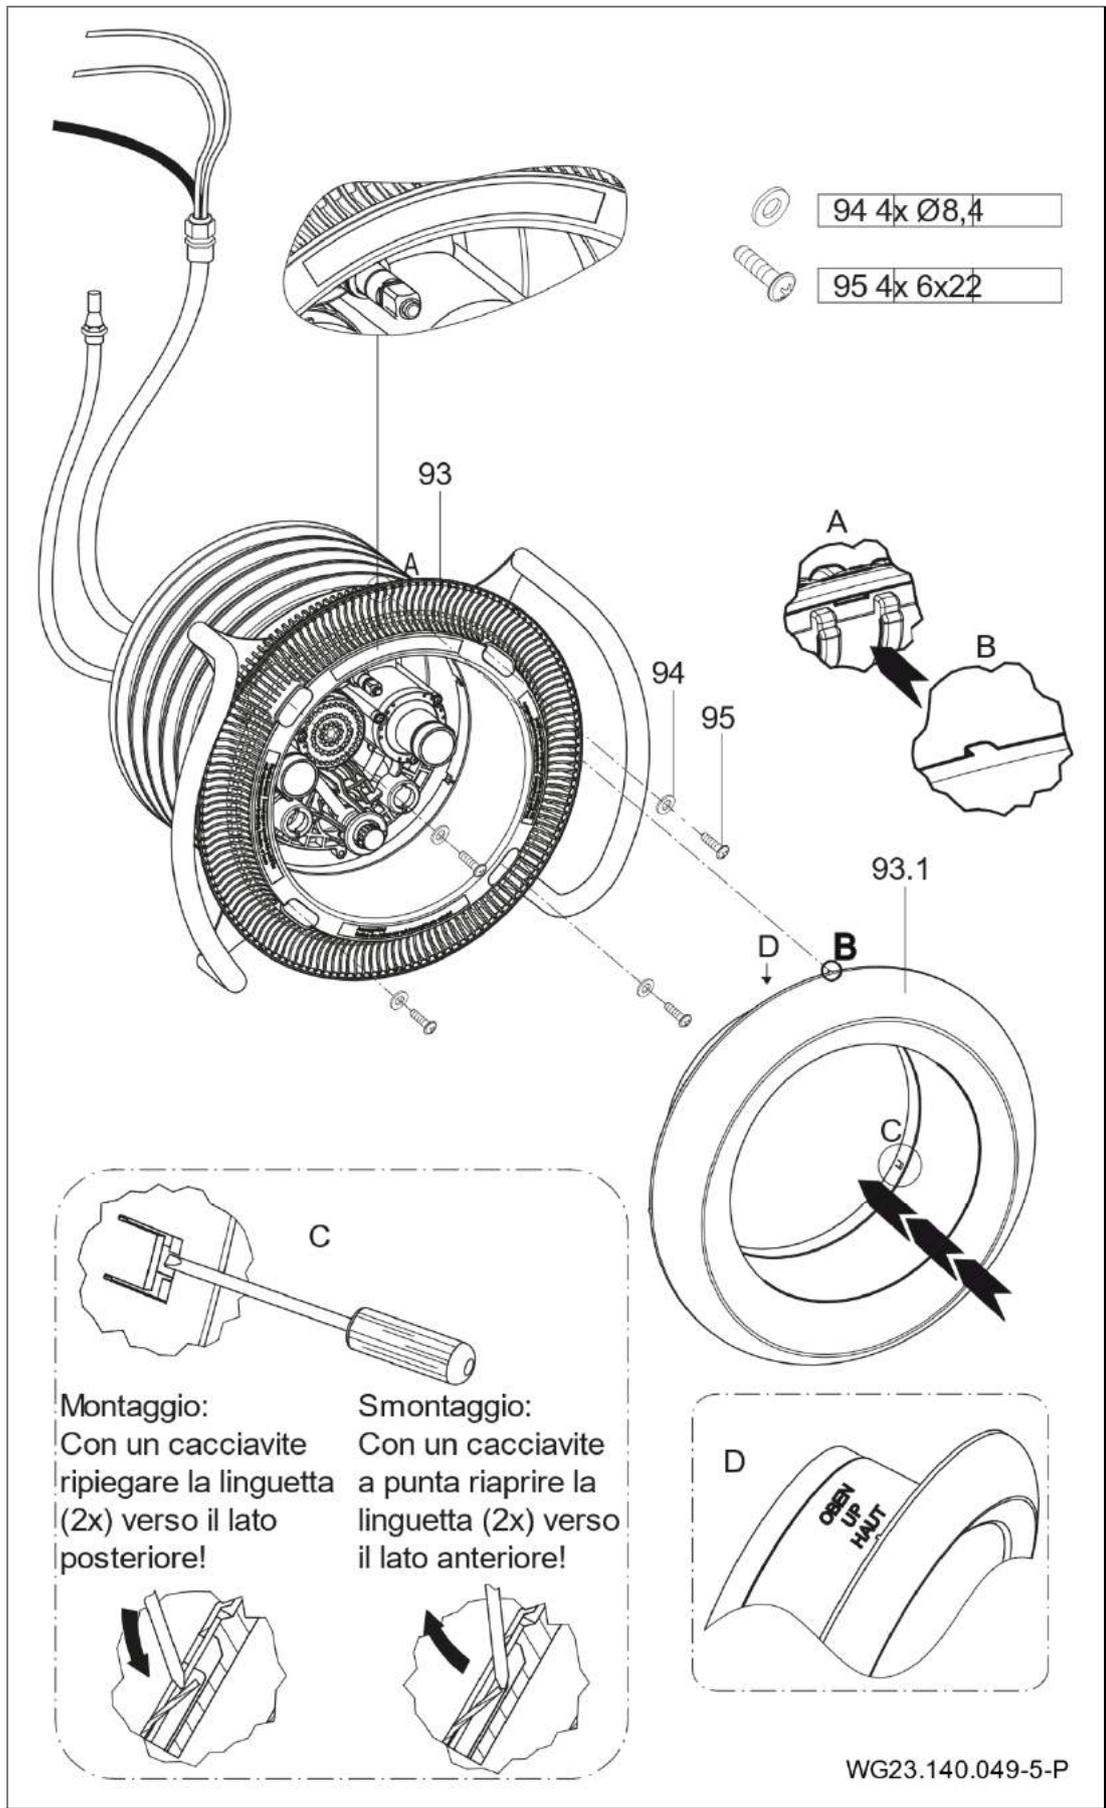

Fig. 18
Primavera Deluxe: Pressare con cautela i pulsanti piezoelettrici con due O-ring montati nelle relative sedi premontate sull'alloggiamento degli ugelli. Se necessario, utilizzare vaselina. (Fig. 18)
9. Applicare la copertura di aspirazione (93) sull'anello elastico (28) e fissarla con le quattro rondelle (94) e le quattro viti autofilettanti (95). (Fig. 18)